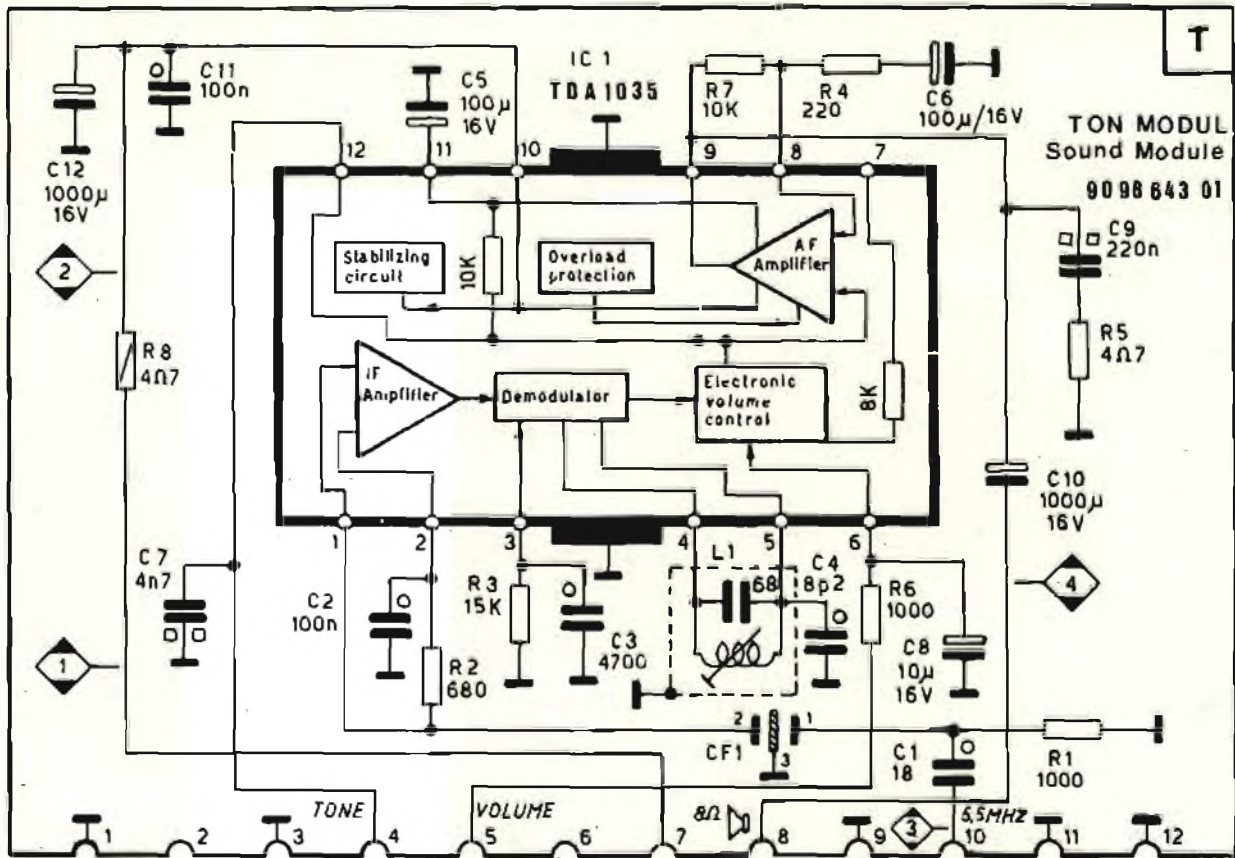

Fig. 8 - Modulo del canale audio comprendente l'integrato TDA 1035. Quest'ultimo incorpora anche lo stadio finale audio.
- Nell'integrato abbiamo infatti (fig. 8):